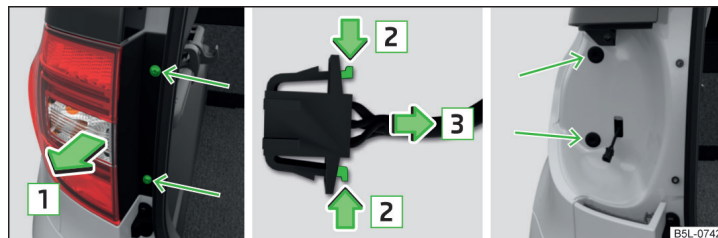

Fig. 204 Desmontar la lámpara / Quitar el conector
- Desenrosque la lámpara » fig. 204 con la llave del equipo de herramientas a bordo.
- Agarre la lámpara y extráigala cuidadosamente tirando de ella con sacudidas en el sentido de la flecha 1 » fig. 204.
- Introduzca la lámpara en los alojamientos de la carrocería » fig. 204.
- Atornille la lámpara con los tornillos » fig. 204.